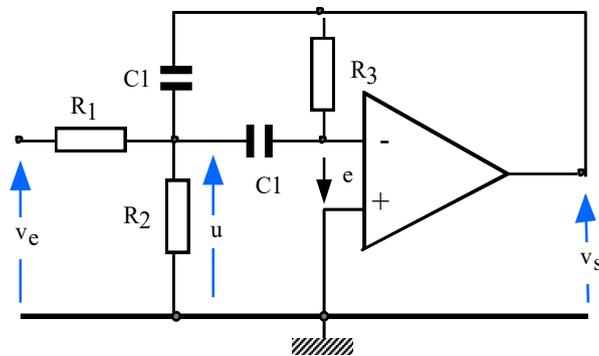

Figure 2
*Compte tenu de la valeur excessive de la self inductance, l'amplificateur passe-bande peut être réalisé sans utiliser de self comme indiqué en figure 2 (structure de Rauch).*